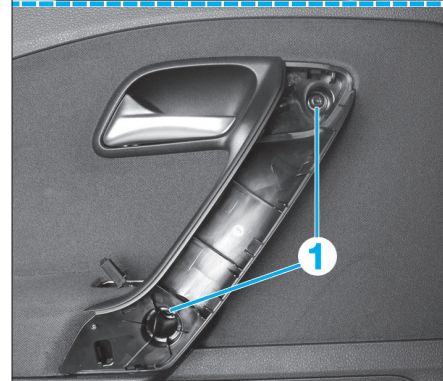

FIG. 60
- Dégrafer le cache de poignée intérieure (Fig.60).